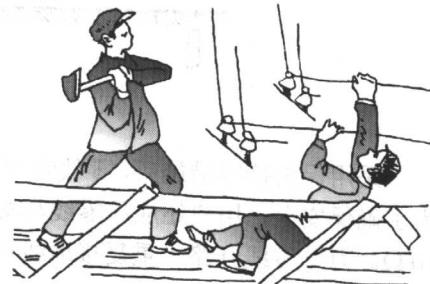

图 1-7 用绝缘柄工具切断电线
(3) 救护者手边如有现成的刀、斧、锄等带绝缘柄的工具或硬棒，可以从电源的来电方向将电线砍断或撬断，如图 1-7 所示。但要注意切断电线时人体切不可接触电线裸露部分和触电者，且一次只能砍断一根电线。
(4) 如果救护者手边有绝缘导线，可先将一端良好接地，另一端接在触电者所接触的带电体上，造成该相电源对地短路，迫使电路跳闸或熔丝熔断，达到切断电源的目的。在搭接带电体时，要注意救护者自身的安全。
(5) 在电杆上触电，救护者在地面上一时无法施救时，仍可先将绝缘软导线一端良好接地，另一端抛掷到触电者接触的架空线上，使该相对地短路，跳闸断电。在操作时要注意两点：一是不能将接地软线抛在触电者身上，这会使通过人体的电流更大；二是注意不要让触电者从高空跌落。